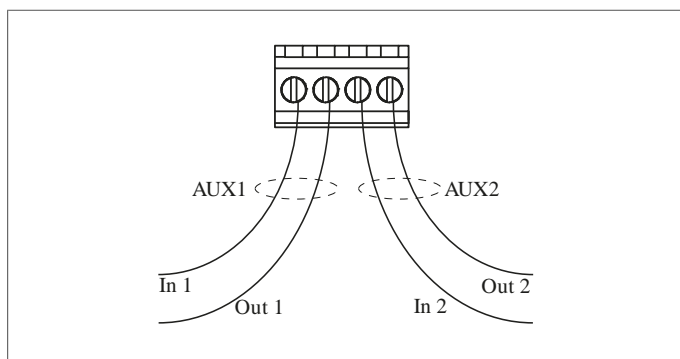

Figure 6: Borne de raccordement (AUX) pour transmetteur de signal externe
L'appareil est équipé de deux sorties libres de potentiel AUX1 et AUX2 (Bild 6), permettant par ex. le raccordement d'une entrée binaire radio KNX. De cette manière, un signal d'alarme peut par exemple être envoyé sur le bus KNX. Le signal d'alarme reste activé jusqu'à ce que l'alarme (voir Situation dangereuse, fuite d'eau) soit confirmée par pression de la touche OK (3) de l'unité de détection. Le câblage des contacts sans potentiel et leur signification sont représentés dans le tableau 3.
- Raccorder le câble d'alimentation monophasé de la cuisinière (17) aux bornes de raccordement **IN**(22/23/29) de l'interruption de tension. Pour cela, raccorder d'abord le conducteur de protection.
- Enficher le câble de raccordement (30) dans l'entrée de câbles (10).
- Mettre en place un support de câble (26).
- Raccorder le câble d'alimentation monophasé de la cuisinière (30) aux bornes de raccordement **OUT**(22/23/28) de l'interruption de tension. Pour cela, raccorder d'abord le conducteur de protection.
- En option : Enficher le capteur de fuite d'eau dans le raccord prise (12) du coupe-tension (9) (voir montage du capteur de fuite d'eau).
- Fixer le couvercle du boîtier (13) à la partie inférieure du boîtier à l'aide des vis de fixation (14).
- En option : raccorder le transmetteur de signal externe au contact sans potentiel (18) (Bild 6).